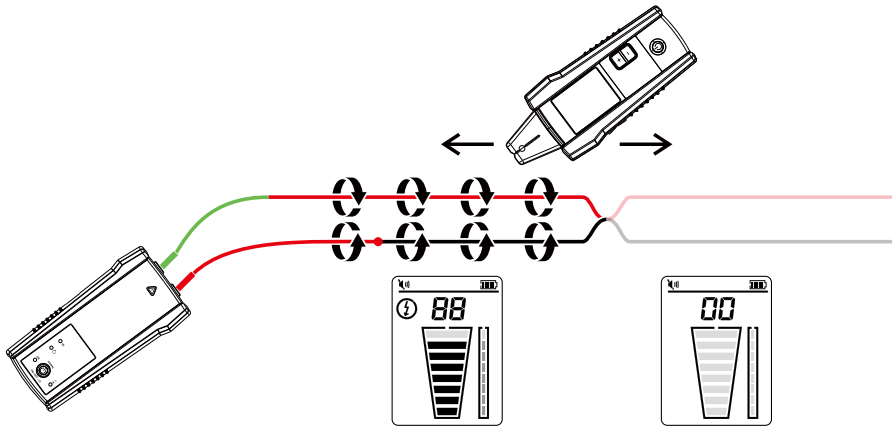

Figure 4.3 : Traçage d'un câble pour trouver des courts-circuits
1. Raccordez le transmetteur avec les câbles d'essai au circuit comme indiqué dans la Figure 4.3.